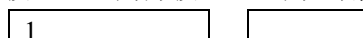
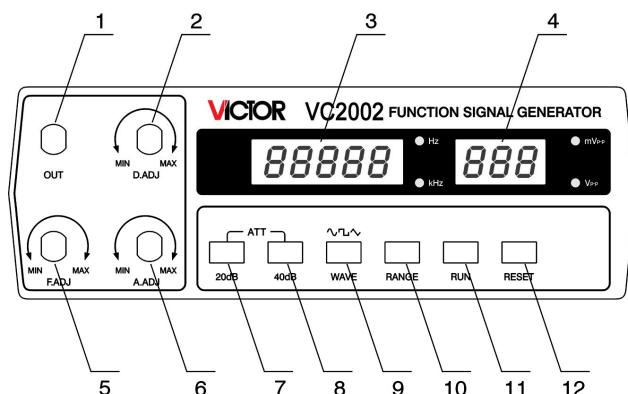

图 3
图 1
- a. 前面板说明 (如图 1 所示)：
- (1) “频率输出” 输出端口：函数信号的输出端口，输出信号的最大幅度为：20Vp-p (1MΩ负载)
- (2) “占空比调节” 函数波形占空比调节旋钮，调节范围 20% - 80% ±5%。
- (3) 输出波形频率显示窗口：为前 5 位 LED 数码管显示，单位为 Hz 或 KHz，分别由两个发光二极管显示。
- (4) 输出波形幅度显示：为后 3 位 LED 数码管显示，显示单位为 Vp-p 或 mVp-p，分别由二个发光二极管显示，显示值为空载时信号幅度的电压峰—峰值，对于 50Ω负载，数值应为显示值的二分之一。
- (5) “调频” 输出波形的频率调节旋钮：对每档频段内的频率进行微调。
- (6) “调幅”输出波形的幅度调节旋钮：调节范围大于 20dB。
- (7) 衰减按钮：为 20dB 的衰减。
- (8) 衰减按钮：为 40dB 的衰减。
- (9) “波形”函数波形选择按钮，当按下该按钮可由五位 LED 的最高位数码循环显示波形输出。“1”为正弦波，“2”为方波，“3”为三角波，如图 3 所示为正弦波指示。